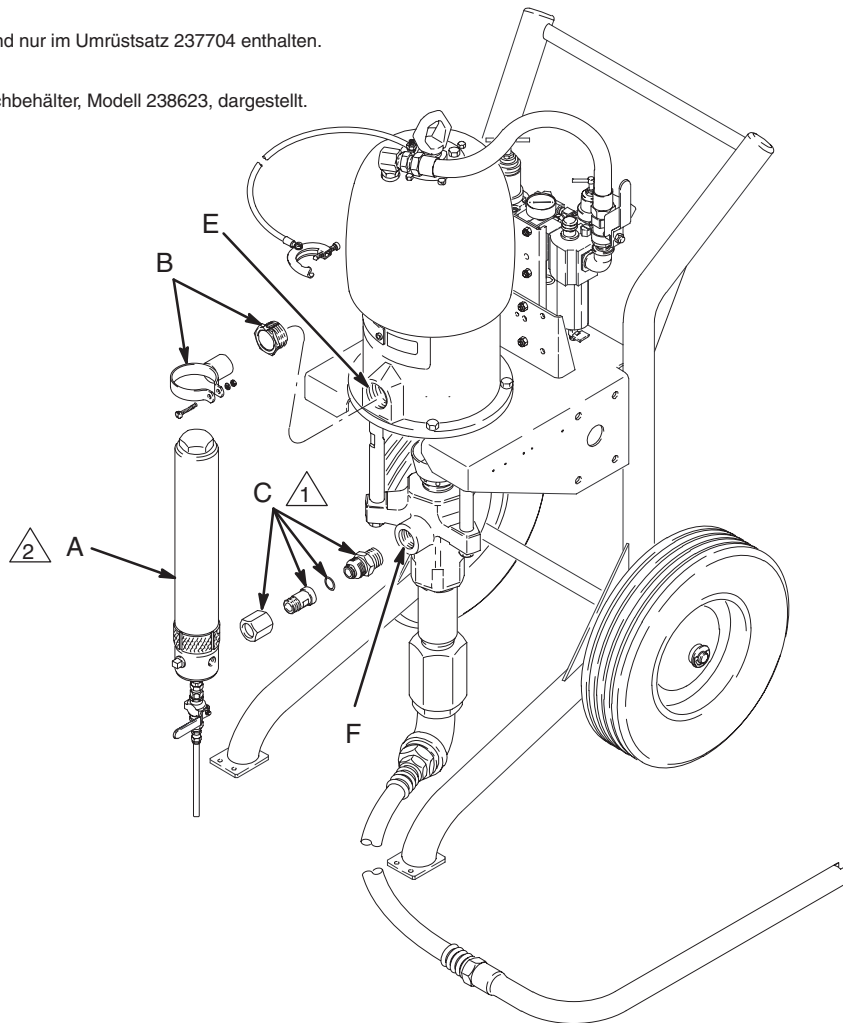

Abb. 2
Den Druckausgleichbehälter am Materialauslaß (F) der Unterpumpe anschließen und die Klammer im wahlweisen Auslaß (E) am Boden des Luftmotors einbauen. Siehe Abb. 2.